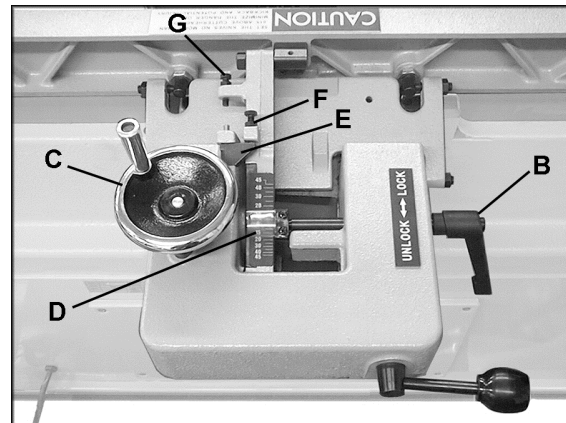
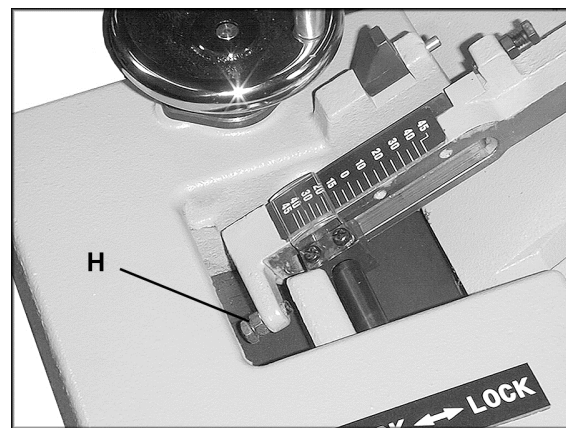

Рис. 16
Рис. 17
1. Ослабьте зажимную рукоятку (В, Рис. 16).
2. Выщелкните стопорный блок для установки упора под углом 90° (Е, Рис. 16).
3. Поворачивайте маховик (С, Рис. 16), чтобы выставить по шкале (D, Рис. 16) нужный угол наклона. Либо можно положить на стол скошенную заготовку вплотную к упору и поворачивать маховик (С, Рис. 16), пока угол наклона упора не будет равен углу скоса заготовки.
4. Затяните зажимную рукоятку (В, Рис. 16).
**ВАЖНО:** когда операция, для которой требовалось наклонить упор, будет завершена, а упор возвращен в вертикальное положение (под углом 90°), не забудьте вставить стопорный блок (F, Рис. 16) обратно в его исходное положение.
1. Регулировка 90° ограничителя производится с помощью винта (F, Рис. 16) и стопорного блока (Е, Рис. 16).
2. Ослабьте зажимную рукоятку (В, Рис. 16) и шестигранную гайку на винте (F, Рис. 16).
4. Сдвигайте упор, пока он не будет плотно прилегать к угломерному устройству. Закручивайте винт (F, Рис. 16) до тех пор, пока он не коснется стопорного блока (Е, Рис. 16).
(F, Рис. 16) и зажимную рукоятку (B, Рис. 16).
1. Регулировка данного упора осуществляется с помощью винта (H, Рис. 17).
2. Ослабьте зажимную рукоятку (B, Рис. 16) и шестигранную гайку на винте (H, Рис. 17).
4. Закручивайте винт (H, Рис. 17) до тех пор, пока он не коснется литого основания перед ним.
5. Затяните шестигранную гайку на винте (H, Рис. 17) и зажимную рукоятку (B, Рис. 16).